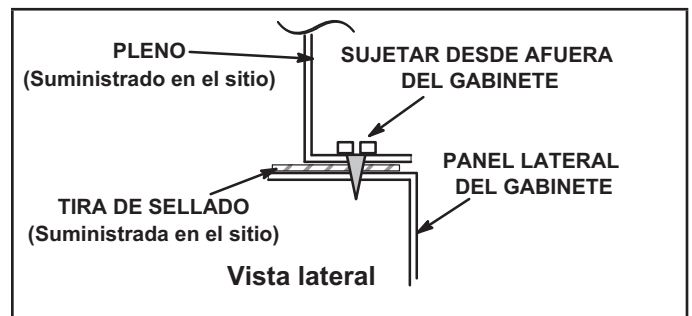
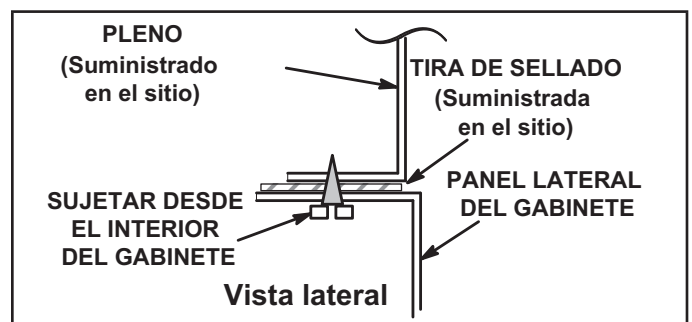

FIGURA 17
FIGURA 18
- 1 - El borde inferior del pleno debe bridarse con un borde dobladillado (ver la FIGURA 17 o FIGURA 18).